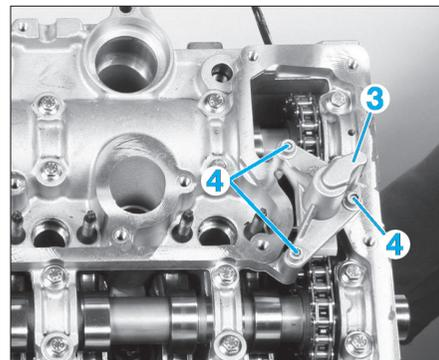
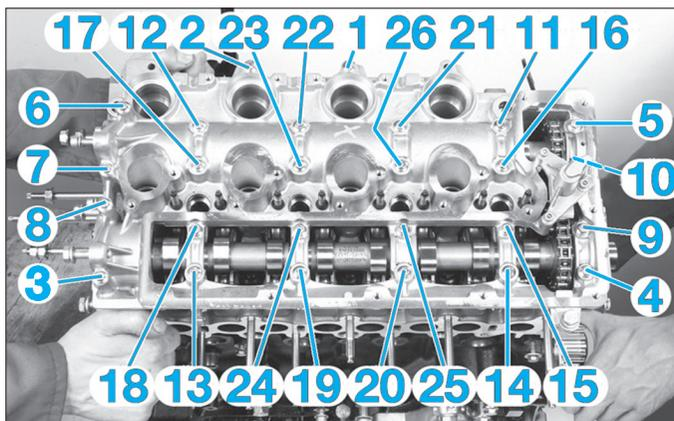

Fig. 52
Fig. 53
- les fixations (4) du tendeur de chaîne (3) (Fig.52),
- le tendeur de chaîne (3),
- les vis de fixation du carter paliers d'arbres à cames dans l'ordre indiqué (Fig.53),